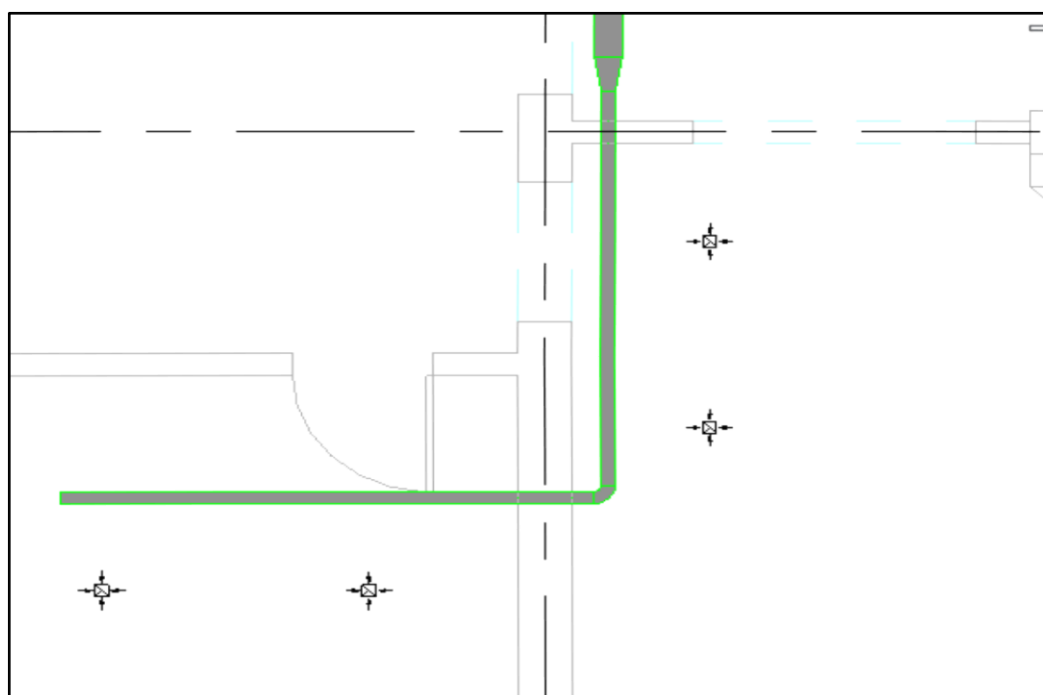

Рисунок 5.11. Расстановка воздухораспределителей
4.5. Расставить согласно расчету воздухообмена и с учетом обеспечения наиболее рационального воздухораспределения в помещении воздухораспределители на плане помещений, задавая нужный уровень их смещения относительно уровня пола (рис. 5.11).